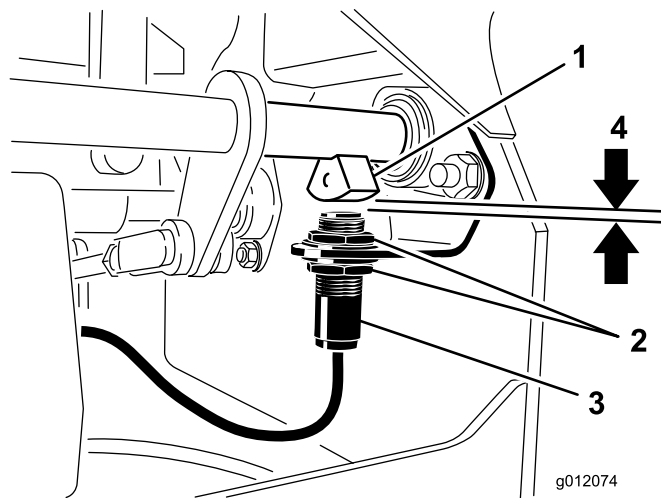

Рисунок 51
4. Переведите переключатель вверх или вниз по кронштейну, пока расстояние между датчиком вала тормоза и штоком переключателя не станет равным 3,9 мм (Рисунок 51).